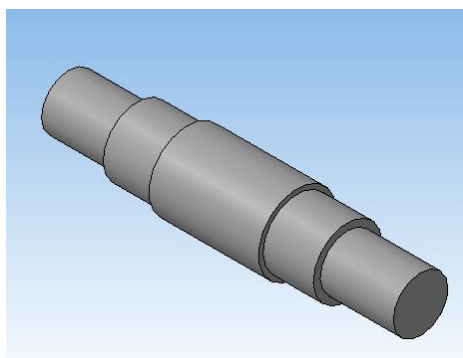

Рисунок 75.
4. В результате получим модель вала (рисунок 75).